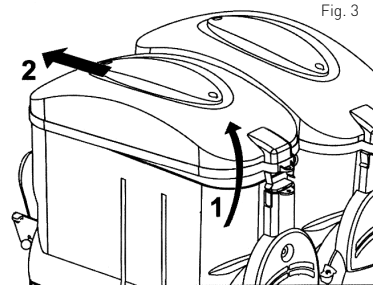
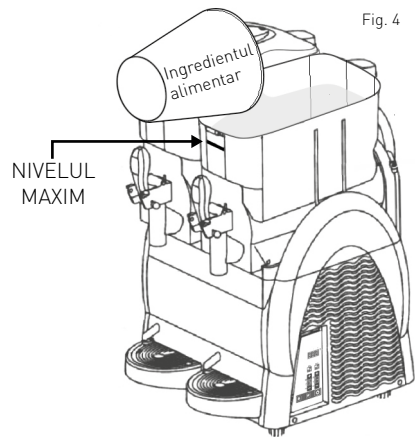

Fig. 3
Fig. 4
- **AVERTISMENT:** Ingredientele alimentare trebuie turnate în vasul (2) doar când aparatul este oprit și scos din priză electrică.
- Pentru scoaterea capacului (1) al vasului (2), respectați prezentele instrucțiuni (Vezi : Fig.3):
- 2) Scoateți capacul (1) din opritorul situat în partea frontală.
- Turnați ingredientele alimentare în vasul (2) dar cu atenție să nu depășiți „NIVELUL MAXIM”. (Vezi Fig. 4). (Nu turnați lichid fierbinte pentru a evita pericolele.)